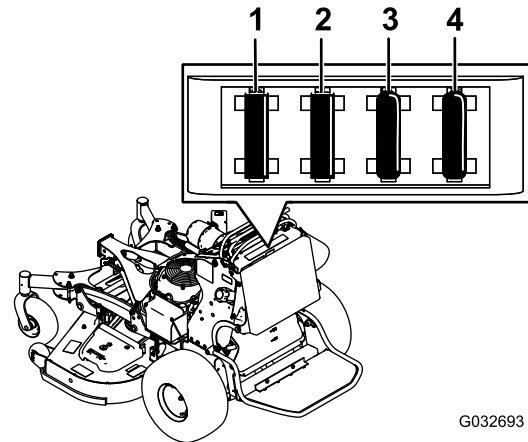

Figure 56
2. Tirez sur le fusible pour le sortir ou le remplacer (Figure 56).
Remarque: Veillez à utiliser un fusible du bon calibre Figure 56.